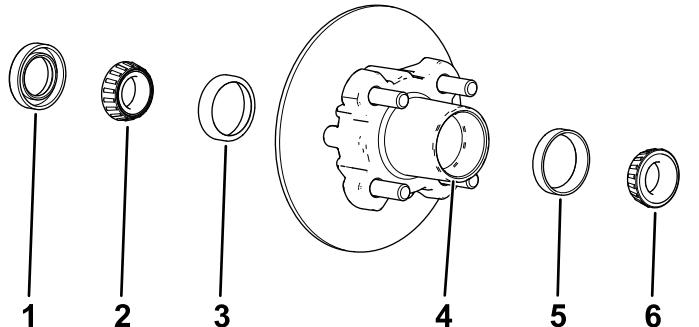

Figura 41
1. Retire el cojinete exterior y el anillo de rodadura del cubo (Figura 41).
2. Retire la junta y el cojinete interior del cubo (Figura 41).
5. Limpie el hueco del cubo para eliminar cualquier resto de grasa, suciedad y residuos (Figura 41).
7. Llene el hueco del cubo hasta un 50 a 80% de su capacidad con la grasa especificada (Figura 41).
8. Monte el cojinete interior sobre el anillo en el lado interior del cubo e instale la junta (Figura 41).